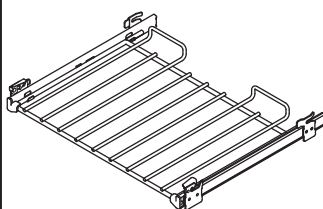

Fig. 2.24
- 2 juegos de soportes laterales (**Fig. 2.24**)